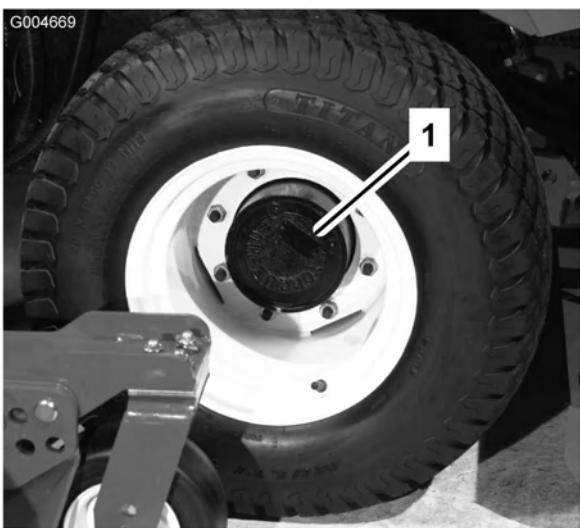
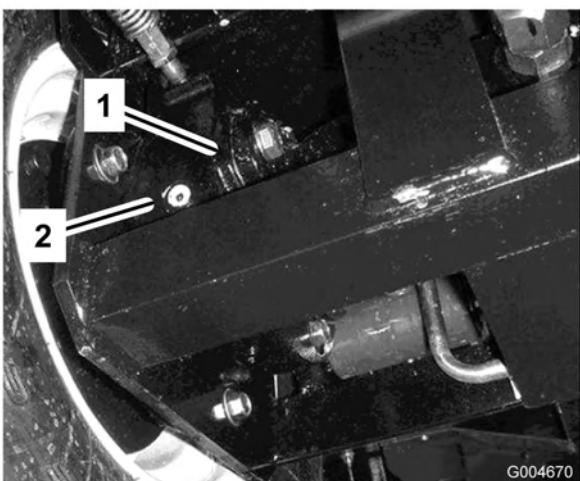

Figura 10
Figura 11
- Con la macchina parcheggiata su una superficie pianeggiante, posizionate la ruota in modo che il tappo di controllo/riempimento (Figura 10) si trovi nella posizione ore due o dieci.
- Togliete il tappo dal planetario (Figura 10) e controllate il tappo sul lato posteriore del freno (Figura 11). L'olio deve raggiungere la base del foro di controllo sul lato posteriore del freno.